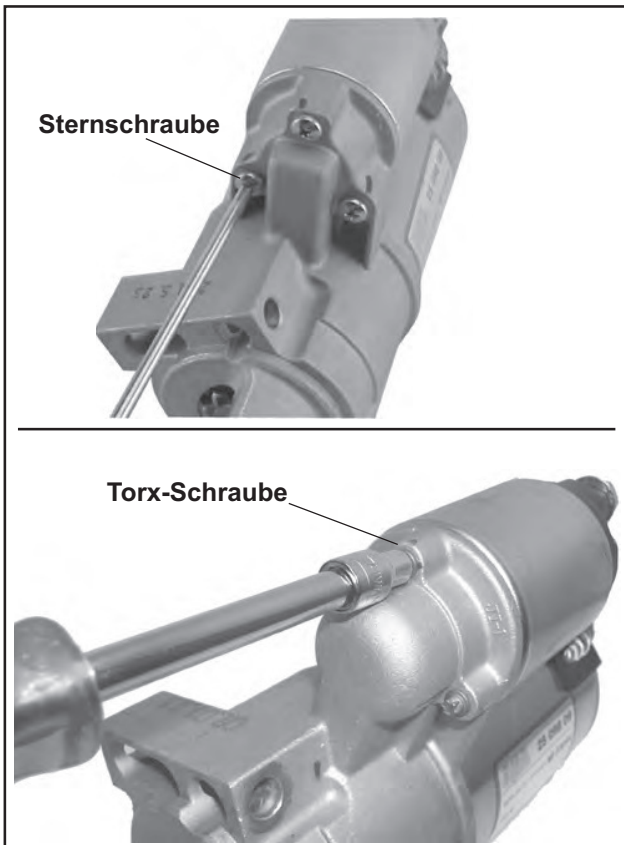

Abbildung 8-45. Ausbau Schrauben Magnet.
2. Die drei Schrauben, mit denen der Magnet am Anlasser befestigt ist, entfernen. Siehe Abbildung 8-45.